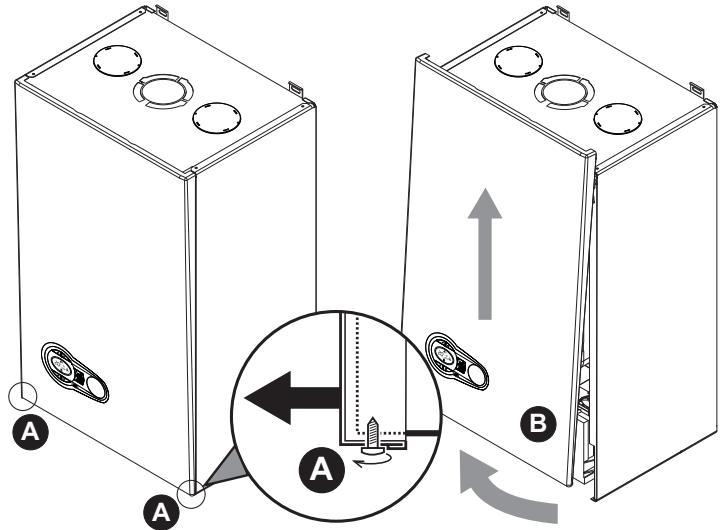

fig. 24 - Deschiderea panoului frontal
- Deșurubati parțial șuruburile A (vezi fig. 24).